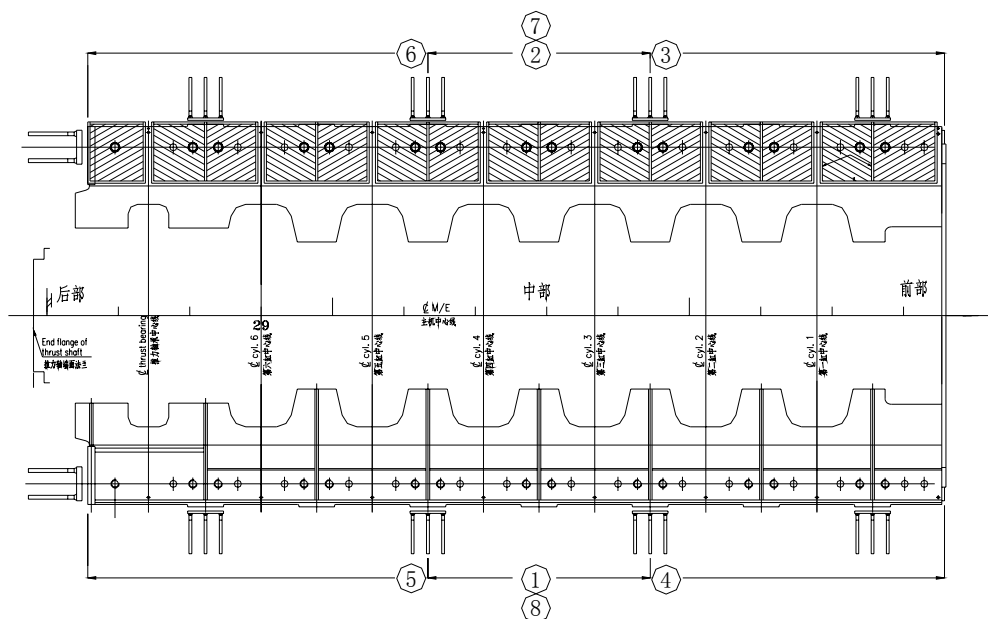

图 2 底脚螺栓拧紧
- d) 分两步紧固（如图 2）：
将机座分隔为三个相等的部分：前部、中部和后部，按照图 2 编号和箭头的方向顺序拧紧螺栓，拧紧顺序：